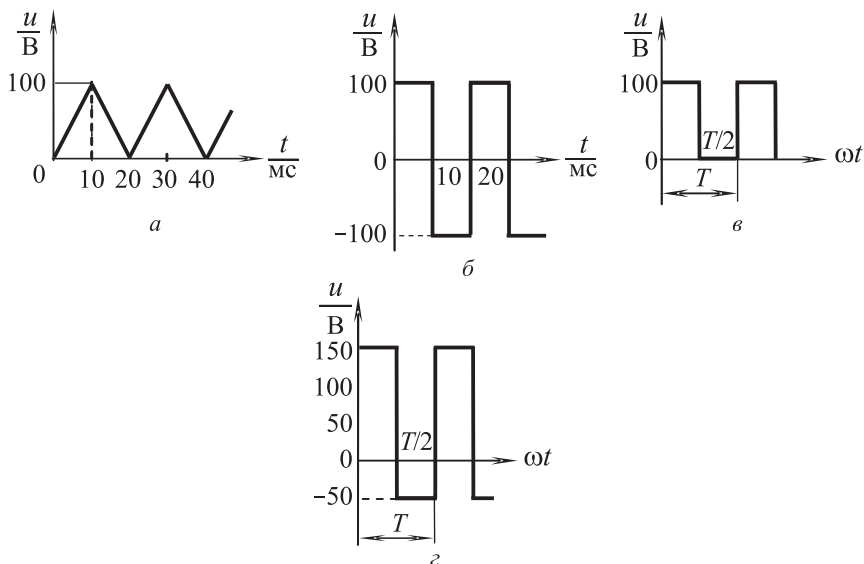

Рис. 5.13
Задача 5.13. Форма напряжения генераторов приведена на рис. 5.13. Определить показания магнитоэлектрического и электромагнитного вольтметров, подключенных к генераторам.
Задача 5.14. Амплитуда и форма напряжения генератора заданы на рис. 5.13, а. Используя разложение кривой напряжения в ряд Фурье (ограничиться тремя членами ряда), определить активную мощность катушки индуктивности ($L = 0,1 \text{ Гн}$, $R = 100 \text{ Ом}$), подключенной к генератору.
Задача 5.15. Решить задачу 5.14 при условии, что амплитуда и форма напряжения генератора заданы на рис. 5.13, в.
5.15. Кривой напряжения, приведенной на рис. 5.13, *в*, соответствует ряд Фурье $u = \frac{U_m}{2} + \frac{2U_m}{\pi} \left(\sin\omega t + \frac{1}{3}\sin 3\omega t \right) =$